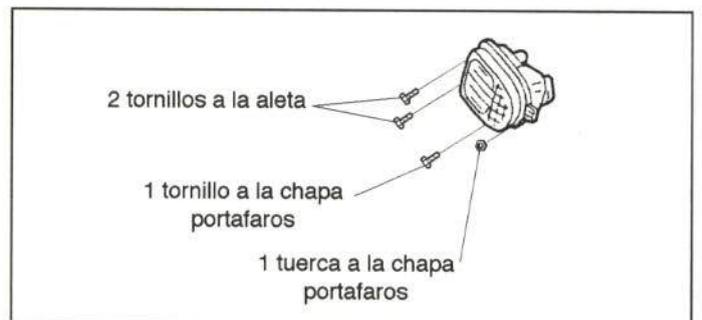

Figura 20.- Fijación del faro
El faro delantero va fijado tal como se muestra en la figura 20.
- Faro (figura 20).
- Faros (figura 20).